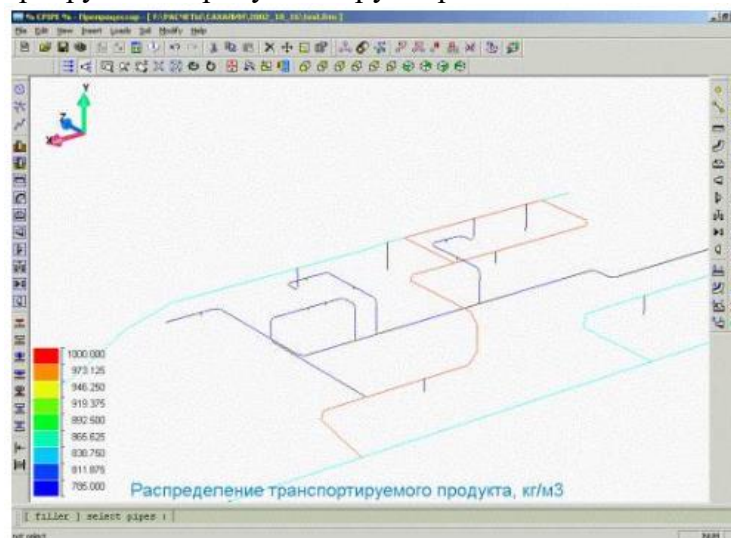

Рис. 5.6.6. Распределение плотности транспортируемого продукта в трубопроводной системе
1. Выполните пункт меню "Нагрузки\Наполнитель" ("Loads\Filler") или пиктограмму  панели инструментов "Граничные условия". В результате в графическом окне препроцессора должна появиться модель конструкции, раскрашенная по значениям плотности транспортируемого продукта в трубопроводных элементах (рис. 5.6.6.).